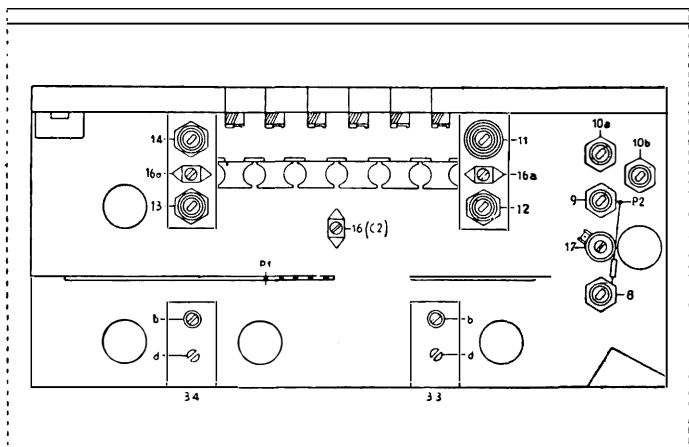

Fig. 25.11 - Organi di taratura sotto il telaio.
2) collegare l'oscilloscopio tra il punto P_1 (fig. 25.11) e la massa ed inviare nel ricevitore un segnale di 1 000 μ V con deviazione di ± 75 KHz.
7) tarare nell'ordine i nuclei 10 a e 10 b (fig. 25.11) per la massima uscita indistorta;
Modo di procedere (per i riferimenti vedi fig. 25.11):